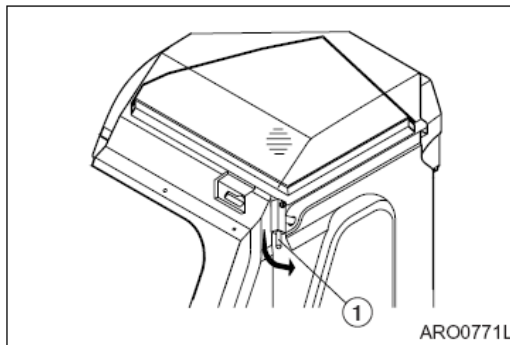

Figura 94
8. Tire de la palanca de enclavamiento hacia abajo (1, Figura 94) hasta que el perno en la palanca se introduzca en el agujero de la cabina.